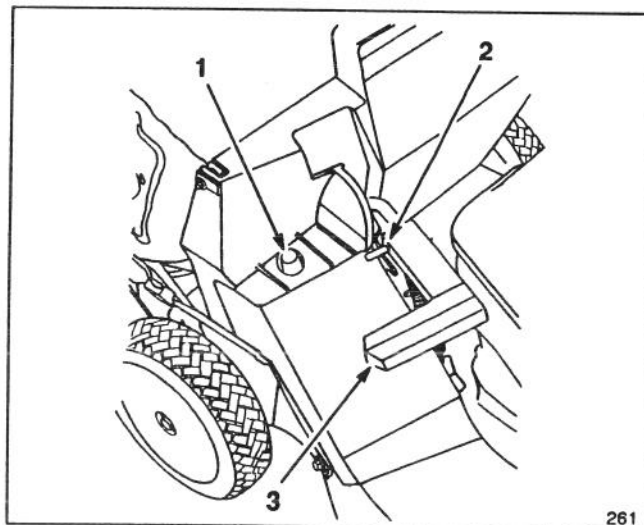

Figure 12
2. Vérifier que la poignée de l'éjecteur se trouve à fond vers l'avant et que le goujon de verrouillage soit bien engagé dans son logement (Figure 12).
3. INSTALLATION DU SAC— Amener le trou du support du sac sur l'ergot de retenue du carter de la tondeuse (Fig. 12) et fixer l'arrière du cadre sur le mancheron inférieur.
5. VIDAGE DU SAC — Arrêter le moteur et attendre l'arrêt complet de toutes les pièces en mouvement. Soulever la poignée de la porte de l'éjecteur et la pousser vers l'avant jusqu'à ce que l'ergot de verrouillage s'encliquette (Fig. 12). Saisir les poignées avant et arrière du sac pour le soulever hors de la ton-